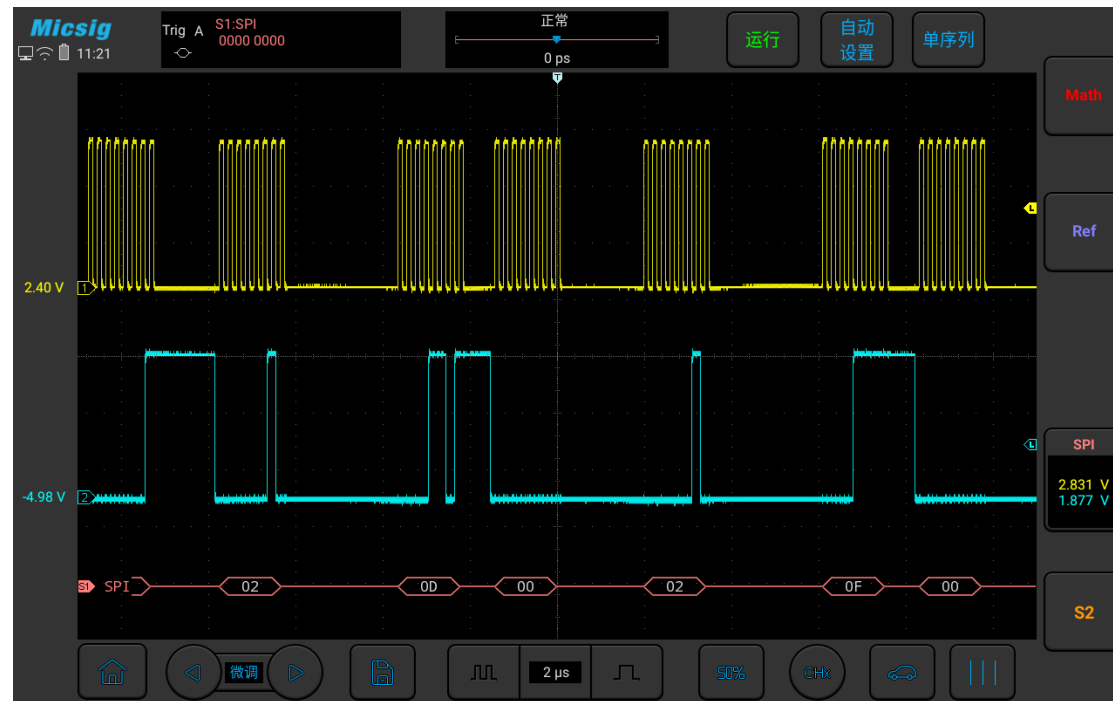

图12-20 SPI 图形界面
(1) 轻点 S1 打开解码通道，向左轻扫 S1 打开总线配置菜单；
- (2) 选择总线类型为“SPI”，点选时钟为“Ch1”上升沿，数据为“Ch2”高电平，数据字长为“8bit”；
- (3) 打开触发设置菜单，触摸屏上点按数据，使用虚拟软键盘设置要匹配的数据为“0000”；
- (4) 依据信号幅值调节2个通道阈值电平； SPI 触发图形界面见图12-20：